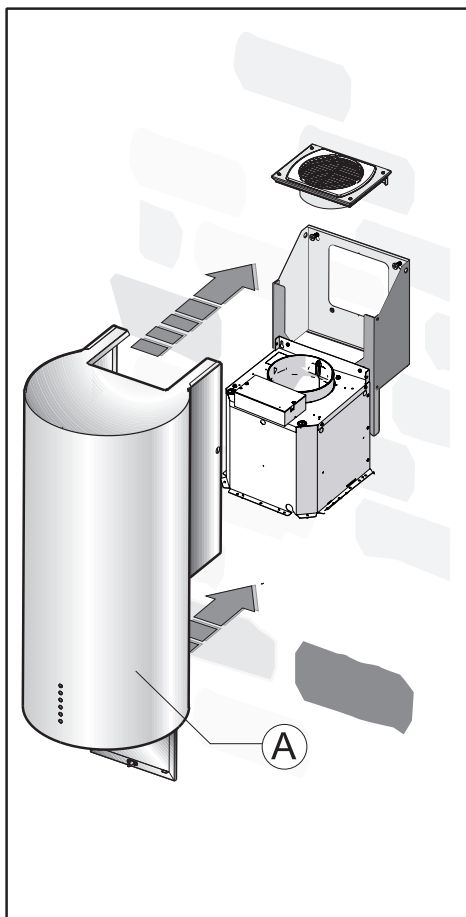
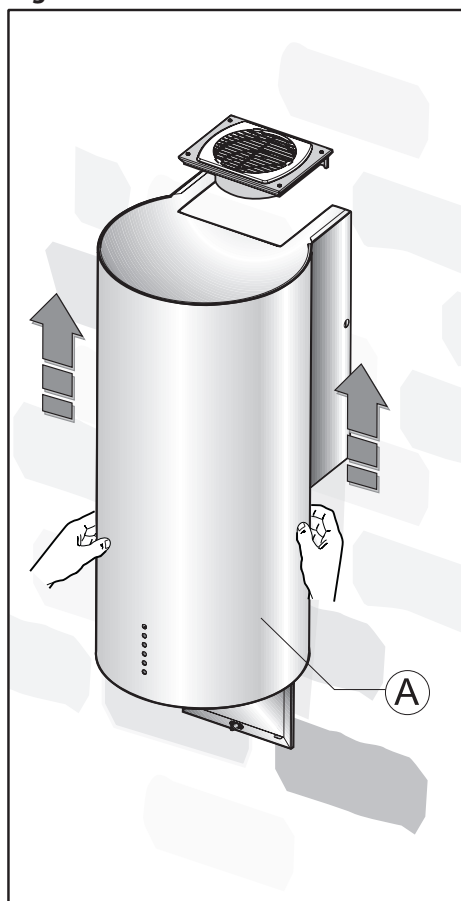

Fig.7
Fig.10
- Coloque el armazón A en la pared (**Fig. 7**) y proceda a alinearlos con la estructura empujándolo hacia arriba (**Fig. 10**).